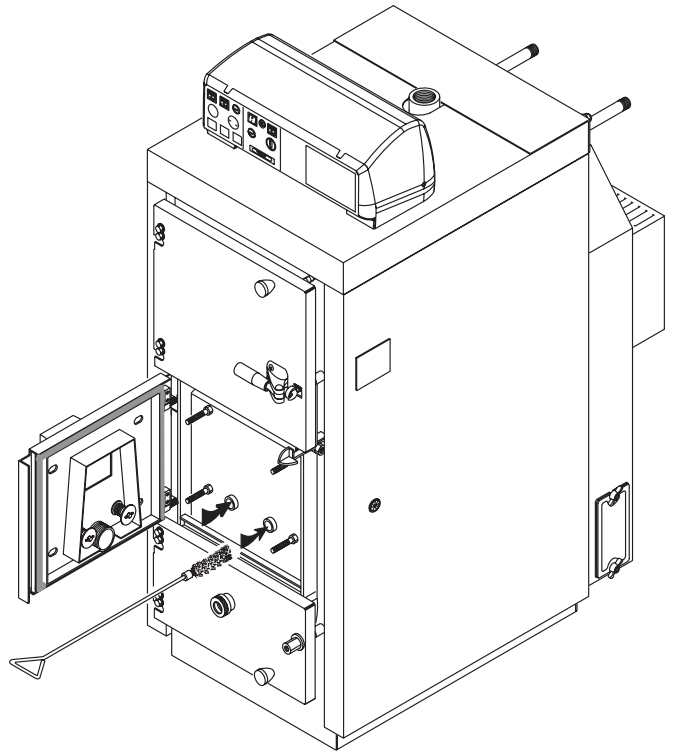

fig. 47
- 2) verificare che i due fori di adduzione dell'aria secondaria che sboccano nella sede di griglia non siano otturati: in questo caso passare con uno **scovolo soffice** in ciascun condotto. L'operazione va eseguita come indicato in fig. 47.